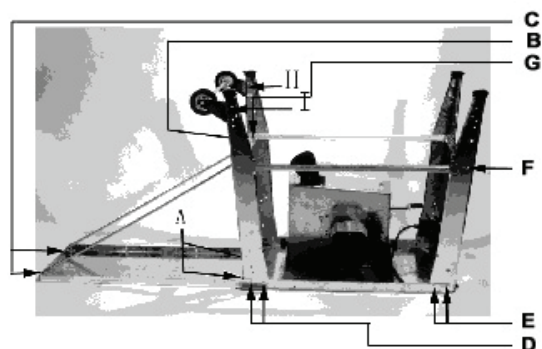

Fig. 12
- Eccetto leviti nelle posizioni H e I, serrare tutte viti in ordine da A a G (vedi fig. 12).